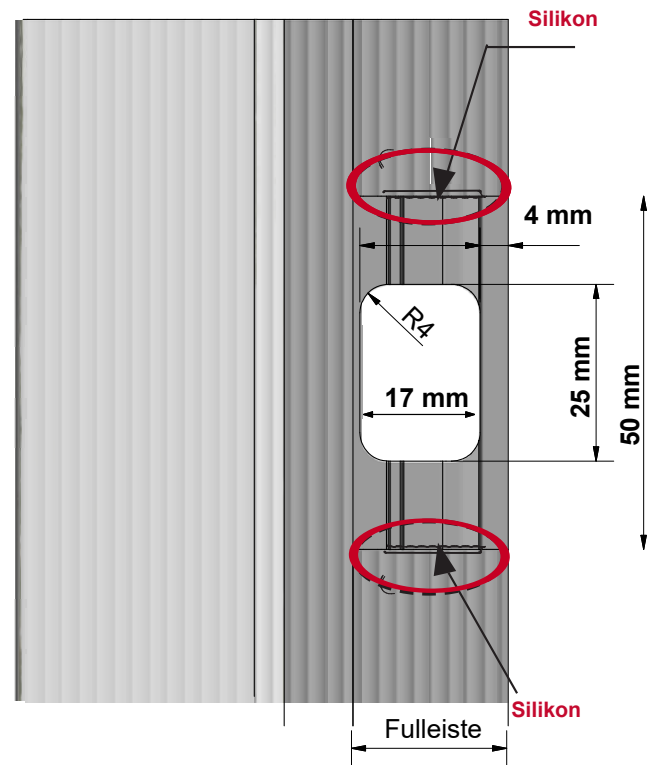

Abb. 14
3. Schrauben Sie das Wetterschenkel von unten mit Edelstahlschrauben 3,5 x 32 mm 50 mm vom Rand des Flügels entfernt und alle 300 mm über die gesamte Länge an den Flügel. (Abb. 14)
5. Schrauben Sie den Wetterschenkel von unten mit Edelstahlschrauben 3,5 x 19 mm an den Flügel, 50 mm von den äußersten Seiten des Flügels entfernt und maximal alle 300 mm über die gesamte Länge. (Abb. 14)